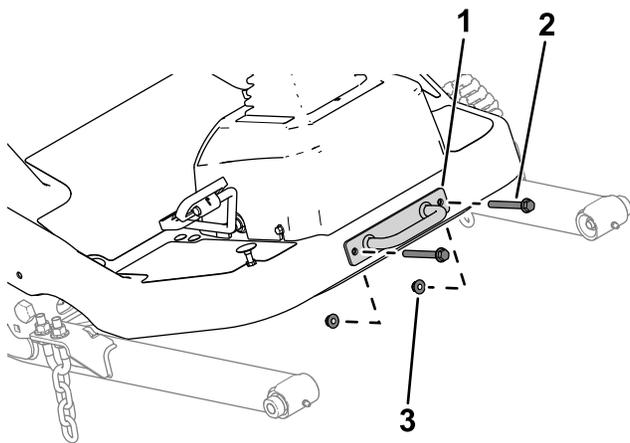

Figura 17
1. Rimuovete la staffa di ancoraggio dalla piattaforma (Figura 17). Conservate i componenti.